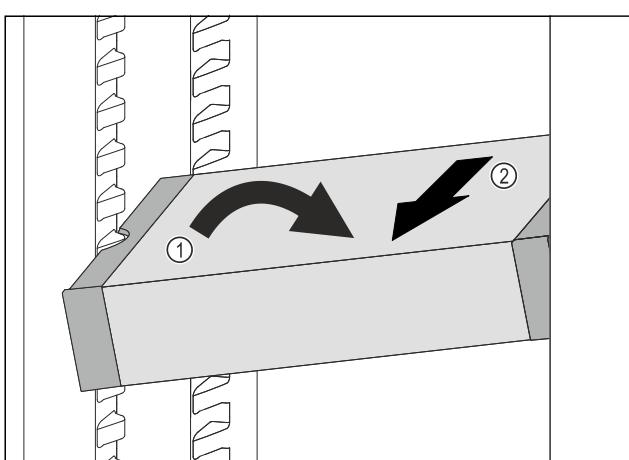

Fig. 109
► VarioSafe postavte v chladničke šikmo. Fig. 109 (1)
► VarioSafe vyberte dopredu. Fig. 109 (2)